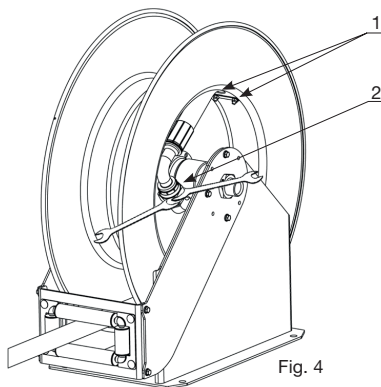

Fig. 4
2. Remove the U-bolt by loosening its nuts (1) and disconnect the hose from the swivel (2) by using two wrenches (fig. 4).
4. Connect the new hose to the swivel by using two wrenches. Place the U-bolt in such a way that it firmly holds the hose against the spool, and pull the hose in order to unlock the ratchet (fig. 4).
2. Ta loss "U"-bulten (1) och lossa på slangen från sviveln genom att använda två skift- eller fasta nycklar (fig 4).
4. Anslut den nya slangen till sviveln, placera "U"-bulten så att den håller slangen fast mot trumman. Dra i slangen för att släppa spärren (fig 4).
2. Entfernen Sie den Bolzen, indem sie die Muttern (1), mit denen er befestigt ist, lösen, und trennen Sie den Schlauch mittels zweier Schlüssel vom Anschlussgelenk (2) (Abb. 4).
1. Disconnect the hoses of the inlet shaft (1) and the swivel joint (2) (fig. 7). On the swivel, use two wrenches (fig. 4) in order to avoid any shaft damage.
2. Loosen the set screw in the nut (3) and remove said nut.
3. Remove the screws (4) and the arm (5).